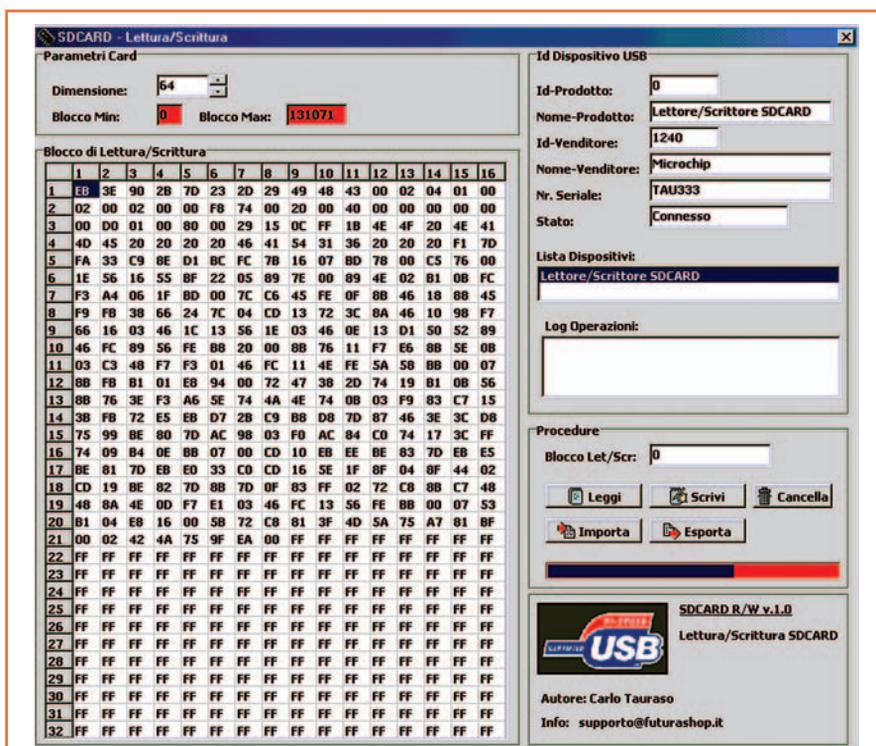

Figure 5: L'écran principal du programme présente trois panneaux.
L'écran principal (**figure 5**) visualise trois panneaux: l'un contient les données concernant l'USB, un autre permet de choisir la dimension de la carte et le troisième comporte les poussoirs nécessaires aux fonctions de lecture/écriture. Le tout est complété par une simple grille de 512 cellules divisée en 32 lignes de 16 éléments.
**Leggi**: un clic sur ce poussoir lance une lecture du secteur que nous avons précisé dans le champ (Blocco Let/Scr); l'avancement de la procédure est contrôlable au moyen de la fenêtre d'applet rouge (voir figure 5); au fur et à mesure de l'arrivée de la séquence d'octets au PC, les valeurs sont insérées dans la grille et sont directement visibles et modifiables.